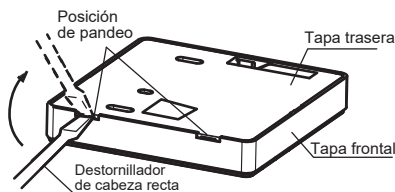

Figura 2
1. Inserte la punta de un destornillador de cabeza recta en la posición de pando en la parte inferior del controlador con cable y levante el destornillador para abrir la tapa trasera. (Preste atención a la dirección de elevación. ¡Levantamiento incorrecto con daños en la tapa trasera!) (Figura 2)